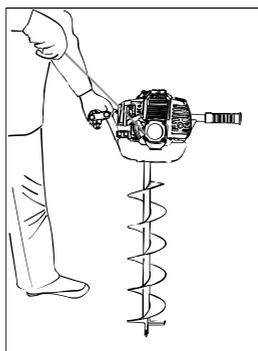

Рис.7
5. Надежно удерживая раму, потяните за ручной стартер для запуска двигателя (Рис.7).